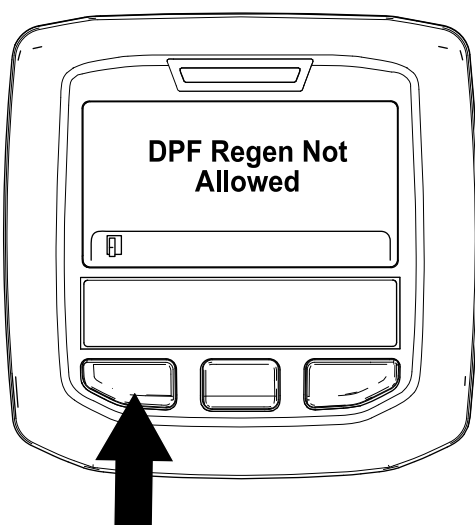

Figura 37
- Si la computadora del motor no autoriza el proceso de regeneración, en el InfoCenter se muestra el mensaje “Regeneración del FPD no permitida” (Figura 37). Pulse el botón izquierdo para salir de la pantalla de inicio.